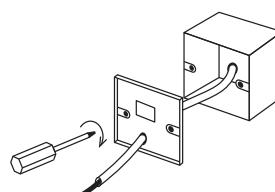

Рисунок 2
- Как показано на рис.2, закрепите винты 4x20мм вместе с задней крышкой на коробке 8 6, затем пропустите подводящие провода через заднюю крышку.